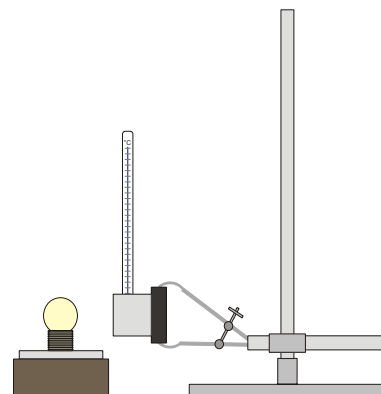

Fig. 2 Determinação do poder de radiação de uma lâmpada incandescente
- Retirar o tubo de papelão e montar o cilindro de alumínio com a placa terminal no material do tripé (Fig. 2).